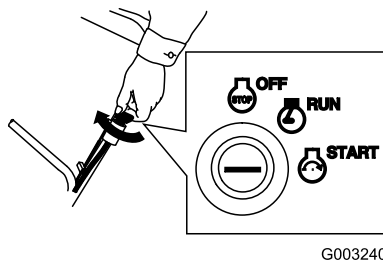

Bild 24
- Stellen Sie den Zündschlüssel auf die Anlass-Stellung, wenn der Motor startet, lassen Sie den Schlüssel los (Bild 24).